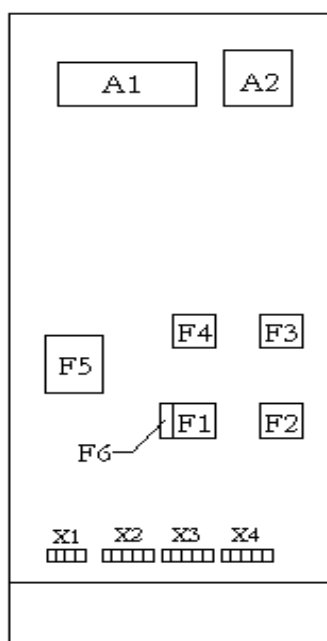

Abbildung 2.1 – USV-Anschlüsse
Wenn ein **externes** Batteriegehäuse vorhanden ist, ist es über die Batterie-Schutzerdungsklemme [vgl. Abb. 2.1] der USV zu erden.
Den Eingangs- Schalter (**F1**), vgl. Abb. 2.1, in die Stellung [„OFF“ / „0“ / „AUS“] bringen, bevor Sie die Anschlüsse vornehmen.
Die Phasen **L1**, **L2** und **L3** [vgl. Abb. 2.2 - 2.7] an die Eingangsklemmen (**X2**), vgl. Abb. 2.1, anschließen.
Den Bypass- Schalter (**F4**), vgl. Abb. 2.1, in die Stellung [„OFF“ / „0“ / „AUS“] bringen, bevor Sie die Anschlüsse vornehmen.
Die Phasen **L1**, **L2** und **L3** [vgl. Abb. 2.2 - 2.7] an die Nebenschlussklemmen (**X3**), vgl. Abb. 2.1, anschließen.
Die **Batteriesicherungen** nicht in die Sicherungsfassungen (**F5**), vgl. Abb. 2.1, einlegen, bevor Sie das Gerät in Betrieb genommen haben und auf der LCD die Nachricht „**NORMAL**“ sehen!
- ▶ Die (-) Pole der externen Batterien an die (-) Klemme (**X1**), Abb. 2.1, der Batterie anschließen,
- ▶ die (+) Pole der externen Batterien an die (+) Klemme (**X1**), Abb. 2.1, der Batterie anschließen,
Die Verbraucher **L1**, **L2**, **L3** und **N** [vgl. Abb. 2.2 - 2.7] an die Ausgangsklemmen (**X4**), vgl. Abb. 2.1, anschließen.